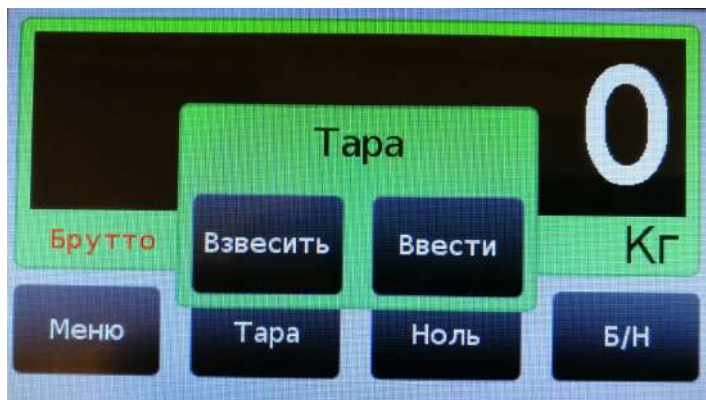

Рис. 10.2. Выбор способа ввода значения веса тары.
10.5. Если выбран метод ввода веса тары «*Всегда выбирать*», то после нажатия на кнопку «**Тара**» (см. рис. 9.1, ст. 20) откроется окно выбора метода ввода значения веса тары, см. рис. 10.2.